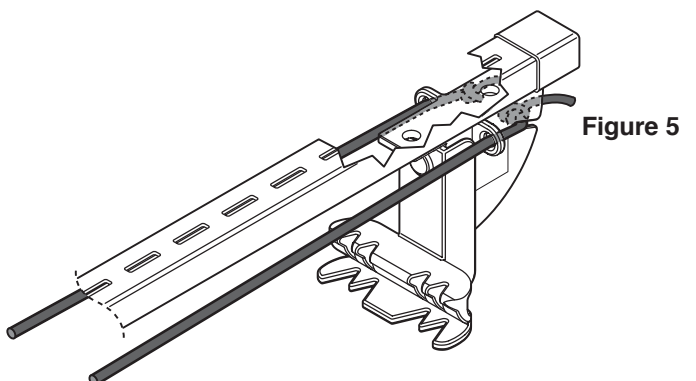

Figure 5
- Placez l'échelle sur le support et glissez-la vers l'avant tout en tenant le sandow. Lorsque l'échelle est en position arrimée, tirez fermement sur le sandow et glissez-le dans la fente de retenue à l'arrière du support fixe (voir la figure 5).
- Assurez-vous que le sandow est suffisamment tendu pour bien retenir l'échelle en place. Faites alors un double nœud à l'extrémité du sandow et insérez le surplus de cordon dans les fentes du support fixe. Rentez le surplus à l'arrière du support fixe (voir la figure 5).